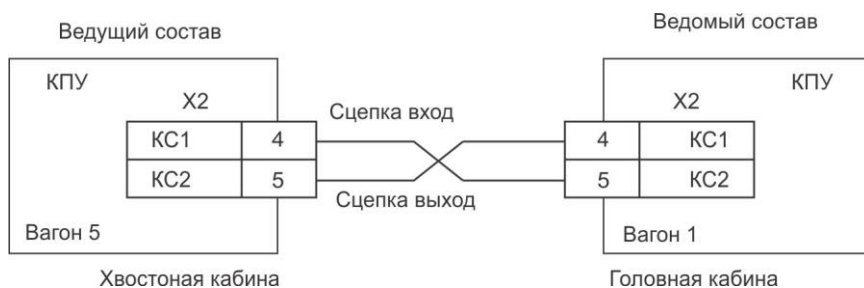

Рисунок 9 – Подключение цепи «КС»
5.5.4 При наличии сцепки с ведомым составом подключить провод КС1 сигнала КПУ ведущего состава к проводу КС2 сигнала КПУ ведомого состава (рисунок 9).